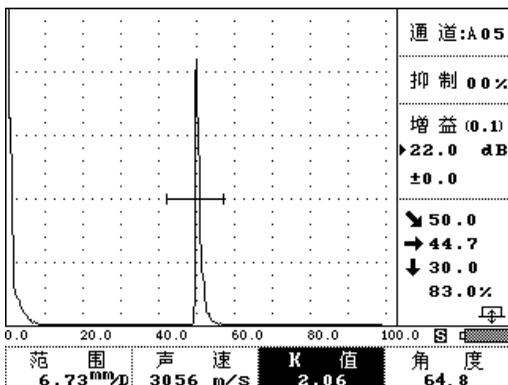

图 3-5-5
③ 按   键或左右转动旋钮来调节 K 值或探头角度。同时观察数据显示区的垂直距离显示。当垂直距离为 30mm 时，此时的 K 值或角度就是此斜探头的 K 值或探头角度。如图 3-5-5 所示。